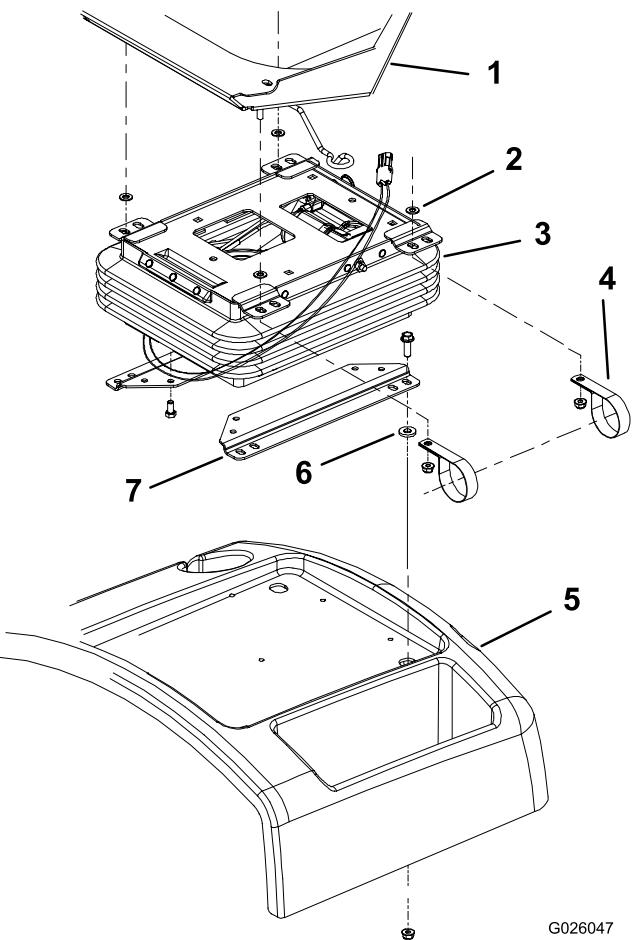

Figura 2
5. Retire as quatro porcas que prendem os ajustes do banco e os grampos do tubo manual à suspensão do banco (Figura 2).
7. Retire os quatro parafusos, espaçadores e porcas que prendem os suportes inferiores do banco à base do banco (Figura 2).
9. Retire os quatro parafusos que prendem a suspensão do banco aos suportes inferiores do banco (Figura 2).
1. Prenda a suspensão a ar do banco aos suportes inferiores do banco com os quatro parafusos previamente removidos (Figura 2).
2. Monte os suportes inferiores do banco na base do banco com os quatro parafusos, espaçadores e porcas previamente removidos (Figura 2).
3. Coloque o conjunto do banco na suspensão do banco. Certifique-se de que está uma anilha em cada perno de ajuste antes de colocar na suspensão (Figura 2).
4. Fixe os ajustes do banco e os gramos do tubo manual à suspensão do banco com as quatro porcas previamente removidas (Figura 2).